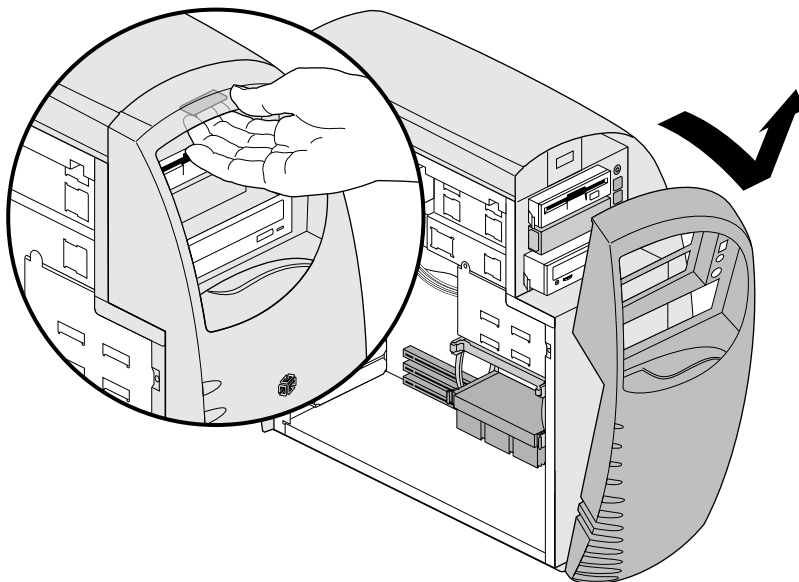

Figura 2-2 Rimozione della copertura frontale
2. Tirare la leva che si trova nella parte superiore della copertura, come illustrato nella Figura 2-2, e sganciare la copertura dal sistema.